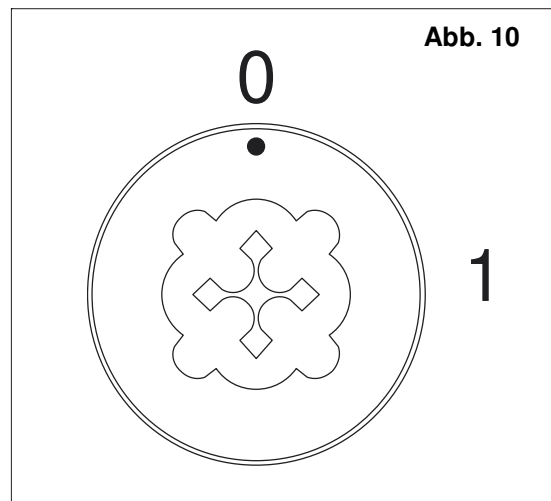

Abb. 10
- Knopf um eine Stellung im Uhrzeigersinn drehen (Abb.10). Die grüne Kontrolllampe leuchtet auf.
- Den Drehknopf (Abb. 10) wieder auf Position "0" stellen